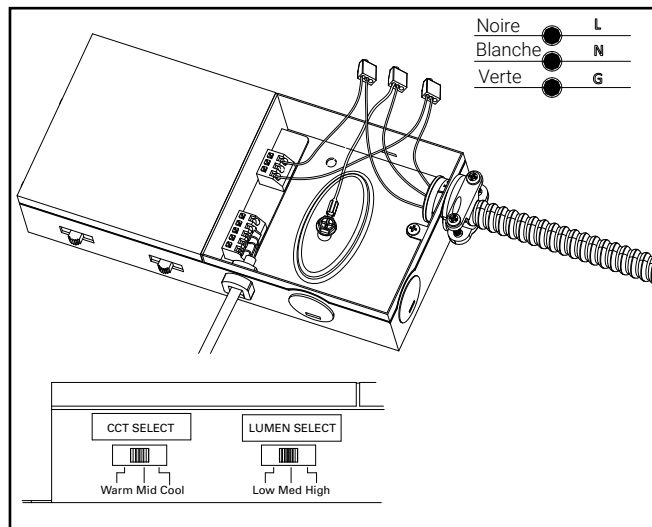

Figure 9.
- Dévissez la vis d'alimentation électrique et branchez l'alimentation électrique dans l'ordre suivant : vert à la masse, blanc au neutre et noir à chaud. Les lumens et la température de couleur souhaités peuvent être sélectionnés en ajustant les interrupteurs sur le boîtier du pilote. Voir la figure 9.